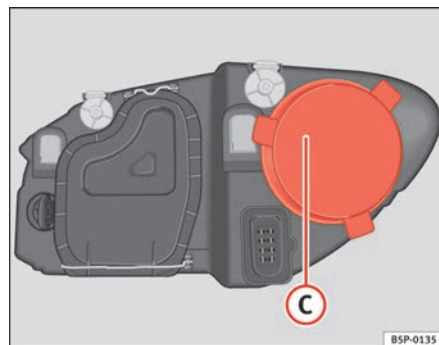

Fig. 162 Luz de carretera
- Retire la tapa ⇒ fig. 162 C tirando de la misma.